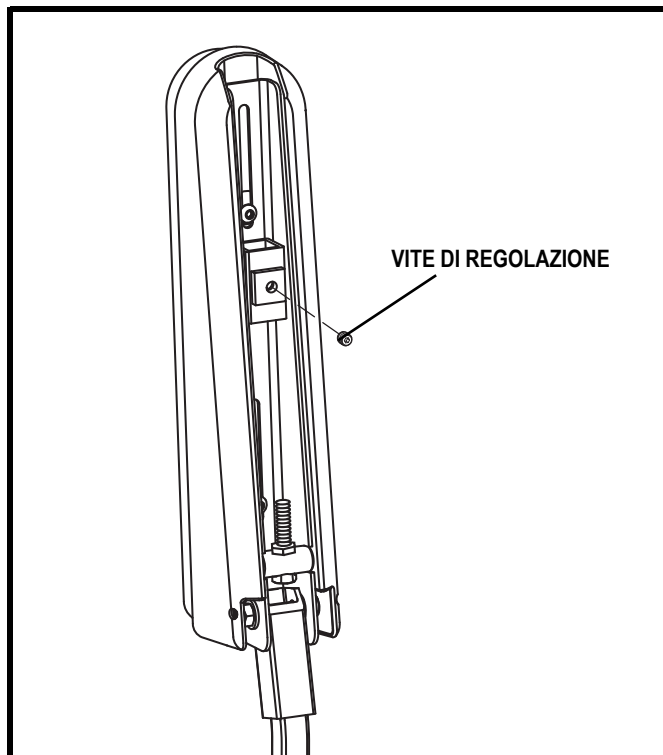

Figura 19. Lato inferiore del bracciolo (sedile speciale)
2. Allentare le viti sulla staffa della centralina. **Vedere la figura 19.**
NOTA: Per sedili speciali, allentare le viti di fermo sulla parte inferiore di ogni bracciolo, trasferire la centralina e stringere le viti di fermo. **Vedere la figura 19.**